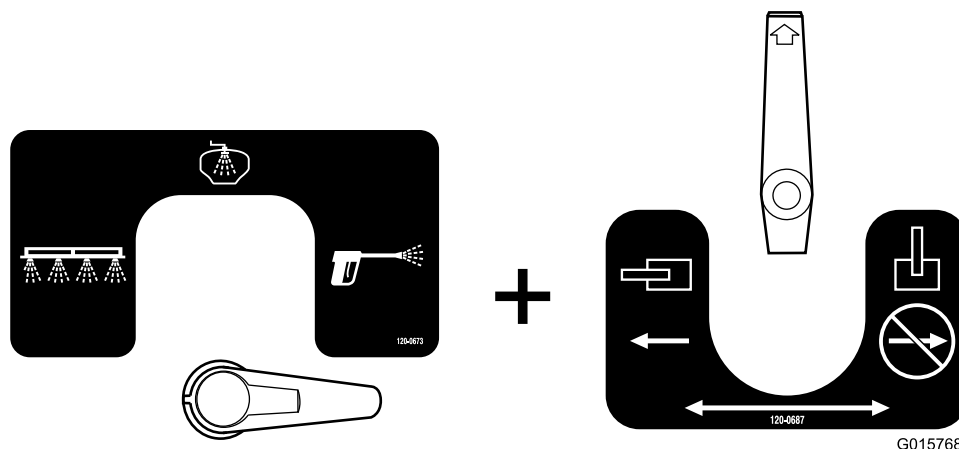

Figure 35
- Cette configuration est celle du pistolet-pulvérisateur (Figure 35). Utilisez cette configuration pour pulvériser de l'eau de rinçage par le pistolet-pulvérisateur à main.